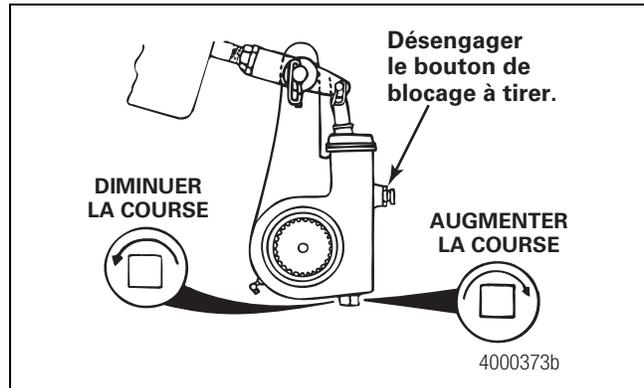

Figure 6.3
- Si la course libre ne correspond pas à la valeur préconisée : tourner l'écrou de réglage de 1/8 tour dans le sens indiqué à la Figure 6.3 et vérifier de nouveau la course libre. Poursuivre la mesure et régler la course jusqu'à l'obtention de la valeur spécifiée.